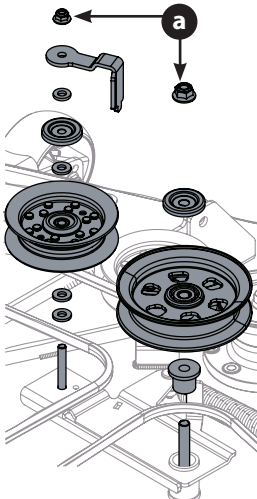

Figure 50
4. Pour retirer les deux poulies de tension, enlevez les écrous autobloquants supérieurs (a) des poulies et retirez les poulies du bras de renvoi (Figure 50).